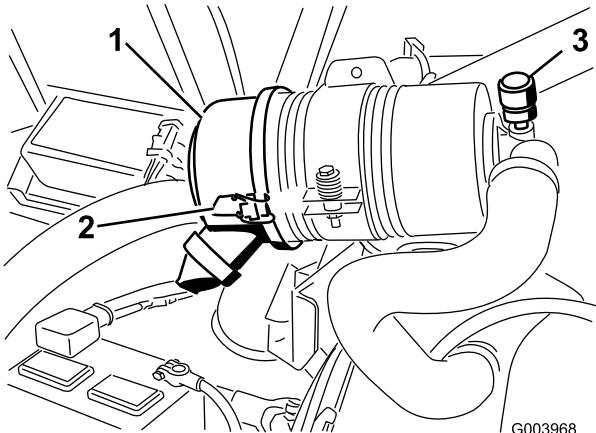

图50
仅在维护指示器（图50）要求时，维护空气滤清器滤芯。在必须更换之前更换空气滤清器，只会增加灰尘在滤清器拆下时进入发动机的几率。
1. 松开将空气滤清器盖固定到空气滤清器壳体上的闩锁（图50）。